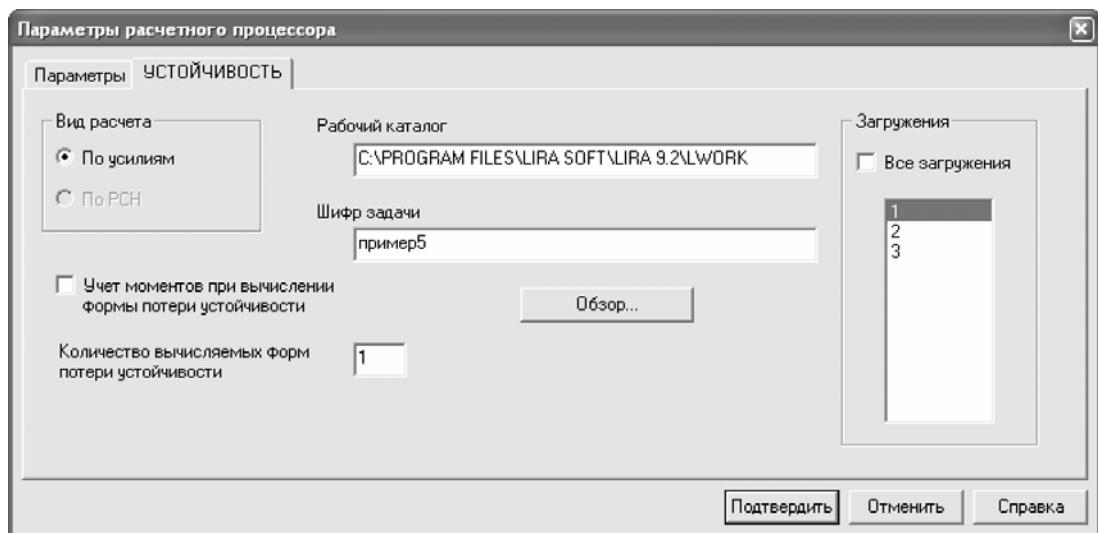

Рис.5.28. Диалоговое окно **Параметры расчетного процессора**
- В диалоговом окне **Параметры расчетного процессора** (рис.5.28) снимите активность со строки **Все загружения** (остальные параметры принимаются заданными по умолчанию).